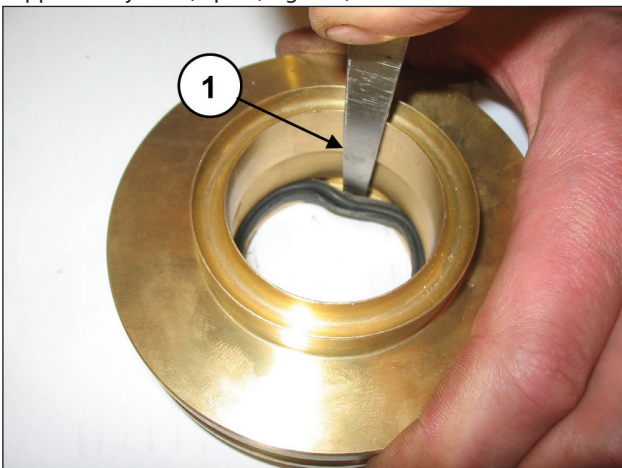

Fig. 133
Pour déposer le joint basse pression, utiliser une jauge d'épaisseur ou un outil qui n'endommage pas le siège du support des joints (rep. ①, Fig. 133).